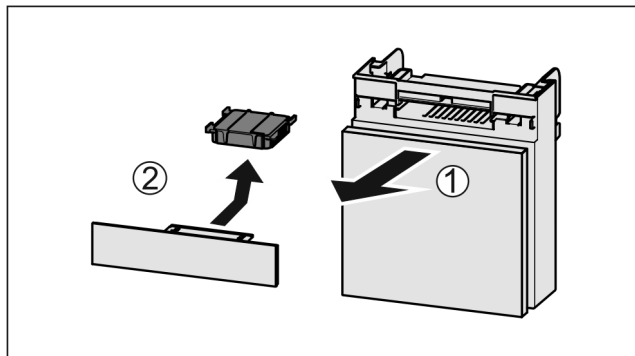

Fig. 83
- ▶ Tõmmake Fig. 83 (1) laegas ettepoole välja.
- ▶ Võtke Fig. 83 (2) aktiivsõefilter välja.